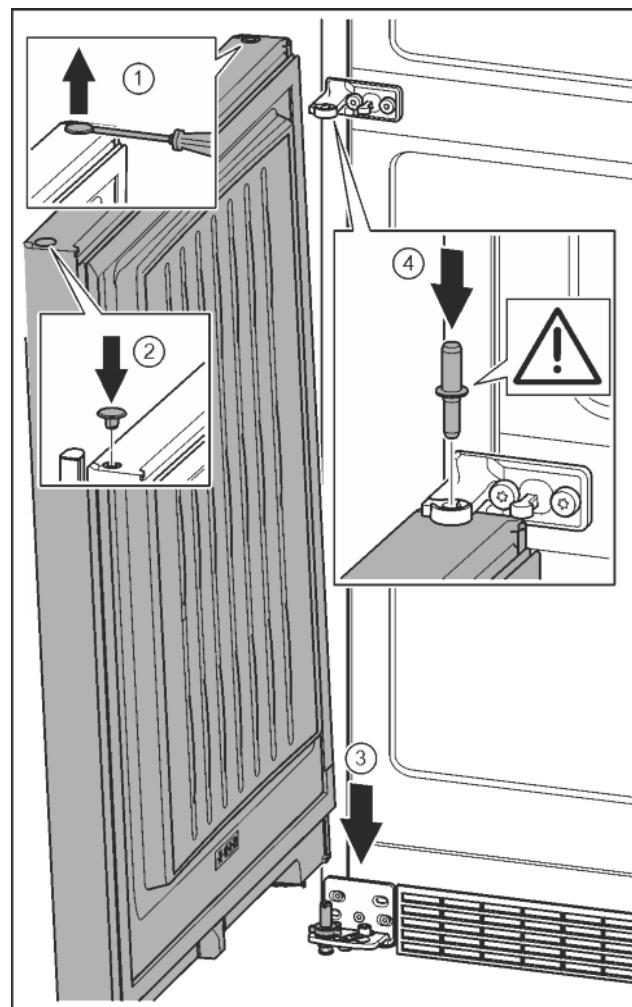

Fig. 21
- ▶ Осторожно приподнять шлицевой отверткой заглушку и извлечь ее. *Fig. 21 (1)*
- ▶ Заглушку снова вставить с другой стороны. *Fig. 21 (2)*
- ▶ Установить дверь сверху на нижний опорный палец. *Fig. 21 (3)*
- ▶ Вставить средний опорный палец через средний опорный кронштейн в нижнюю дверь. При этом следить за тем, чтобы выступ фиксатора был направлен назад. *Fig. 21 (4)*